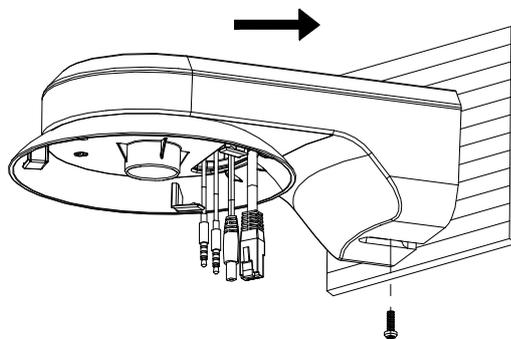

图3-13 安装支架
2. 将支架口对准固定架，沿图 3-13 所示箭头方向大力推入。
3. 拧入 1 颗 PM4 * 10 的螺丝固定支架，如图 3-13 所示。